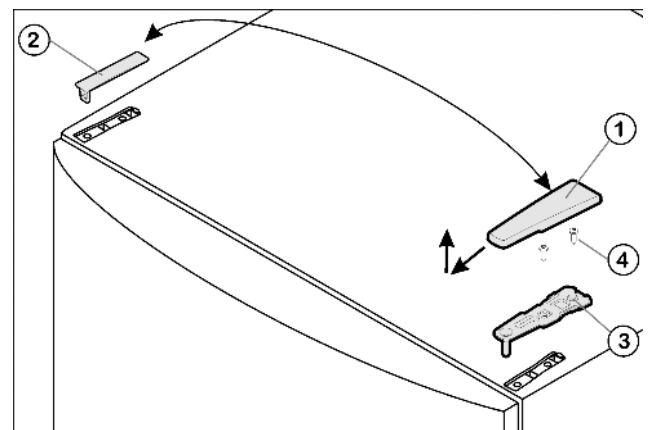

Fig. 5
- ▶ Estrarre la copertura Fig. 5 (1) tirandola in avanti e verso l'alto.
- ▶ Staccare la copertura Fig. 5 (2).
- ▶ Svitare il blocco di supporto superiore Fig. 5 (3) (2 x Torx® 25) Fig. 5 (4) ed estrarre tirando verso l'alto.
- ▶ Inserire il blocco di supporto superiore Fig. 5 (3) sul nuovo lato della cerniera nella porta.
- ▶ Serrare il blocco di supporto superiore **fermamente a 4 Nm** (2 x Torx® 25) Fig. 5 (4). Eventualmente praticare fori a vite o utilizzare un avvitatore a batteria.
- ▶ Innestare la copertura Fig. 5 (1) e la copertura Fig. 5 (2) rispettivamente sul lato opposto dall'esterno e innestare in posizione.